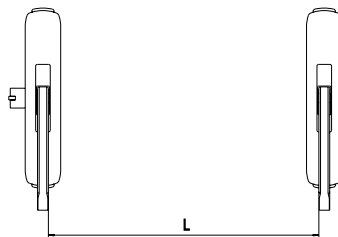

FIG. 11
- 10) Rilevare l'esatta distanza tra le staffe del maniglione (fig. 11)  $L = \dots\dots\dots$  e tagliare la barra alla lunghezza di  $L - 8 \text{ mm} = \dots\dots\dots + 0,5 \text{ mm} / -1,5 \text{ mm}$
- 10) Measure the exact distance between the stirrup brackets of the panic exit device (Fig. 11)  $L = \dots\dots\dots$  and cut the bar to the length  $L - 8 \text{ mm} = \dots\dots\dots + 0,5 \text{ mm} / -1,5 \text{ mm}$
- 10) Mesurer la distance exacte entre les brides de la poignée anti-panique (fig. 11)  $L = \dots\dots\dots$  et couper la barre à la longueur de  $L - 8 \text{ mm} = \dots\dots\dots + 0,5 \text{ mm} / -1,5 \text{ mm}$
- 10) De exacte afstand tussen de twee beugels van het anti-paniekslot (afb. 11)  $L = \dots\dots\dots$  bepalen en de duwstang op de lengte  $L - 8 \text{ mm} = \dots\dots\dots + 0,5 \text{ mm} / -1,5 \text{ mm}$  afkorten.
- 10) Jetzt mißt man den genauen Abstand zwischen den Türdrücker-Bügel (Abb. 11)  $L = \dots\dots\dots$  und schneidet die Stange auf eine Länge von  $L - 8 \text{ mm} = \dots\dots\dots + 0,5 \text{ mm} / -1,5 \text{ mm}$  zu.